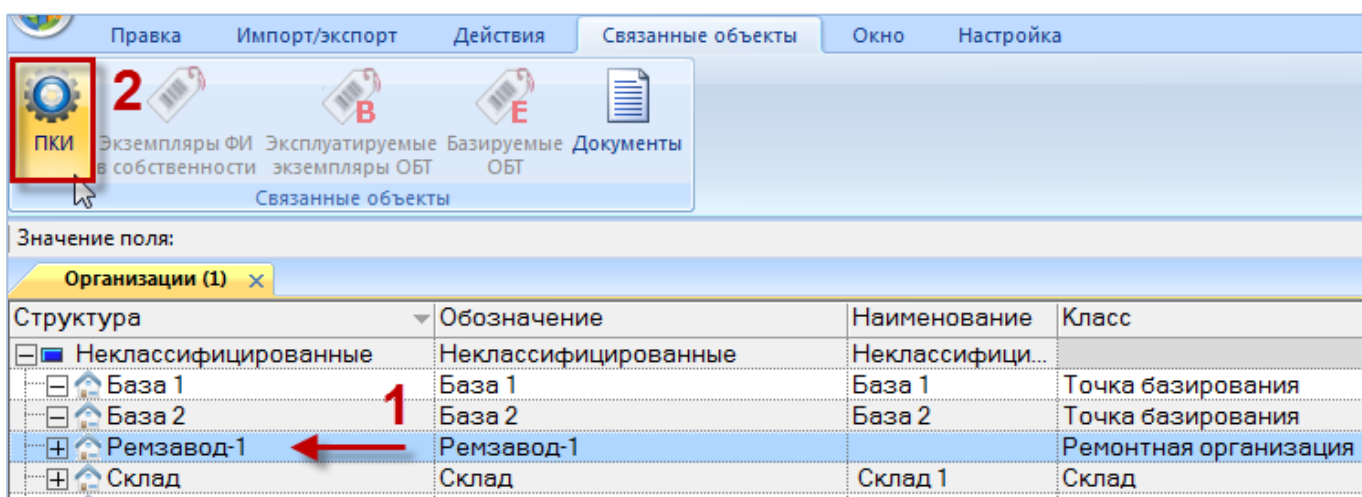

Рис. 23-50 – Выбрать организацию
- 1) Выделить организацию в рабочем окне «Организации» или в окне связанных объектов «Организации» для экземпляра ПКИ (1 на рис. 23-50).
- 2) Нажать кнопку «ПКИ» панели «Связанные объекты» (2 на рис. 23-50).